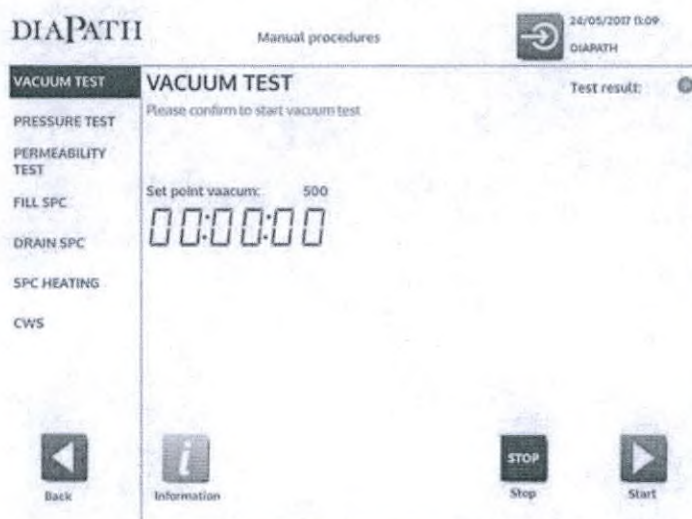

Рисунок 48.
- **Вакуумный тест:** Проверьте возможные утечки в вакуумном контуре или его компонентах в качестве рабочей камеры (насос, клапан для ввода реагента). Тест завершается только в том случае, если в течение всего теста вакуум остается между минимальным и максимальным значением вакуума (Рисунок 48).